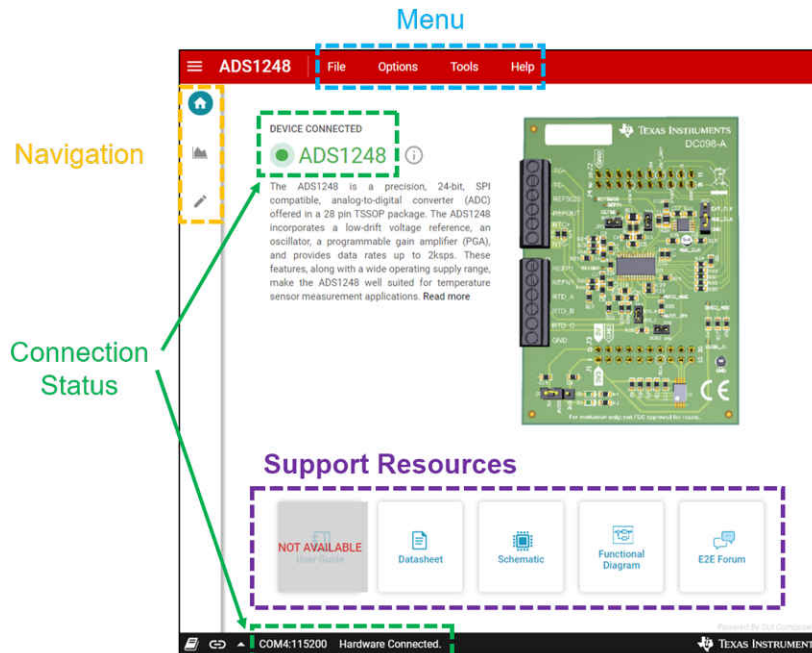

图 4-2. ADS1x48EVM GUI 主页页面
3. 刷新该 GUI 后便会显示一个绿色标志，并在底部状态功能区显示 **Hardware Connected**（硬件已连接）指示标志（请参阅图 4-2）。
Home（主页）页面是 GUI 启动登录页面。**Home**（主页）页面提供了 ADS1x48 的简要概述，包括器件描述和 EVM PCB 的 3D 视图。在图 4-2 中的左上角，以橙色突出显示的是各个 GUI 页面的垂直导航栏，包括：
GUI 顶部的水平菜单栏显示以下菜单选项，这些选项在图 4-2 中突出显示，并且节 4.1.1 中更加详细地介绍了这些选项：
配套资源的快速链接显示在 **Home**（主页）页面的底部。这些链接在图 4-2 中以紫色突出显示，其中包括 EVM 用户指南、原理图和 ADC 数据表。最后，成功连接的 EVM 会在左上角显示为 **Device Connected**（器件已连接），并在状态功能区中显示为 **Hardware Connected**（硬件已连接）。这两个指示标志都在图 4-2 中以绿色突出显示。